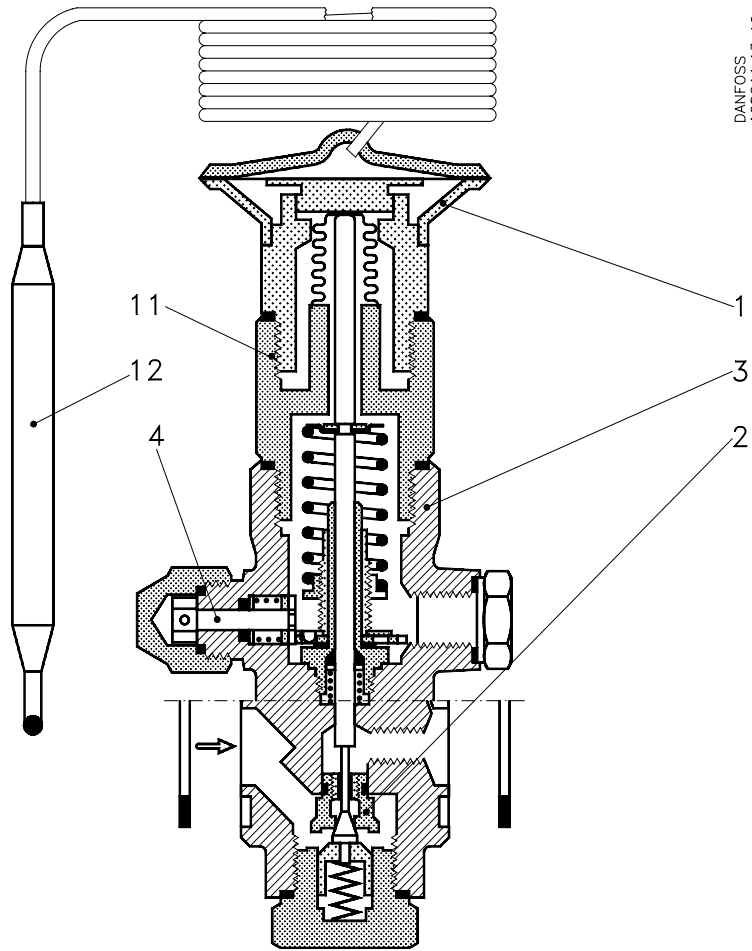

Fig. 1
TEAT monteres med gennemstrømning i pilens retning (fig. 1).
Drejning af reguleringsspindelen (fig. 1, pos. 4) venstre om (mod uret) giver større afkøling af tryk-røret- og omvendt. En omdrejning af regule-ringsspindelen (fig. 1, pos. 4) giver en temperatur-ændring på ca. 2°C.
Type TEAT is fitted with flow in the direction of the arrow (fig. 1).
Turning the regulating spindle (fig. 1, pos. 4) anticlockwise gives greater cooling of the discharge line and vice-versa. One turn of the regulating spindle (fig. 1, pos. 4) gives a temperature charge of approx. 2°C.
TEAT ist mit dem Durchfluß in Pfeilrichtung zu montieren (Abb. 1).
TEAT mit dem Bereich +90°C bis +130°C: 110°C Dreht man die Regelspindel nach links (im entgegengesetzten Uhrzeigersinn) ergibt sich eine grössere Abkühlung des Druckrohres - und umgekehrt. Eine volle Umdrehung der Regel-spindel (Abb. 1, Pos. 4) ergibt eine Temperaturänderung um ca. 2°C.
Monter le TEAT avec passage du fluide dans le sens de la flèche (fig. 1).